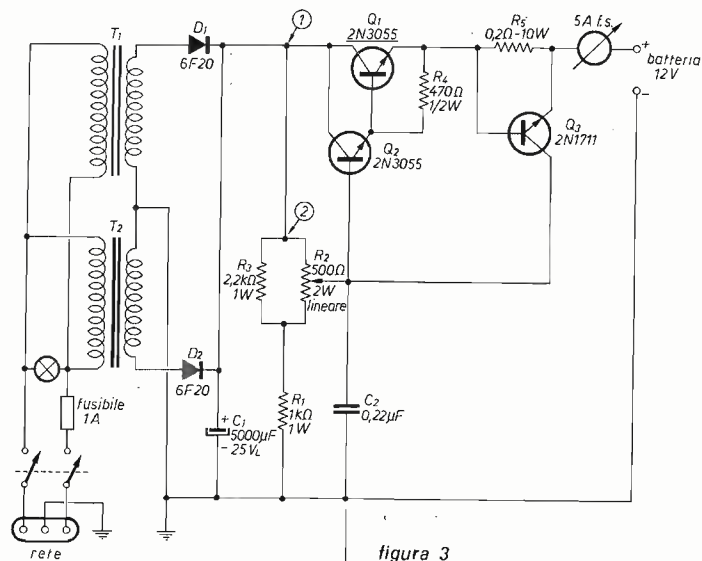

figura 3
A titolo puramente informativo in figura 3 è riportato lo schema di un circuito semplificato di un secondo
A causa della mancanza dello stadio comparatore (Q_1 di figura 2) la corrente di ricarica della batteria, regolata da R_3 , continua a fluire verso la batteria stessa anche a carica completa. La semplicità del circuito di figura 3, che permette la possibilità di regolazione della corrente e la possibilità di protezione in caso di cortocircuito accidentale, è comunque tale da renderne interessante una sua eventuale applicazione. Per quanto riguarda la regolazione della corrente va sottolineato che nello schema di figura 2 tale regolazione viene fatta a tensione costante di uscita variando semplicemente il livel-
lo della massima corrente di uscita mentre nello schema di figura 3 tale regolazione viene fatta variando la tensione di uscita stessa mantenendo costante la massima corrente di uscita (4 A). Sia per lo schema di figura 2 che per quello di figura 3 è stata impiegata la stessa alimentazione e lo stesso stadio di potenza con regolazione in serie (Q_3 e Q_4 di figura 2 e Q_1 e Q_2 di figura 3 rispettivamente). Come già precedentemente indicato, entrambi i suindicati schemi possono essere utilizzati per la ricarica delle batterie al piombo da 6 V effettuando le seguenti varianti:
- 2) Schema di figura 3: portare R_1 a 330Ω , eliminare R_3 e inserire tra i punti 1 e 2 una resistenza da 680Ω con tolleranza 5% e massima dissipazione di 1 W.